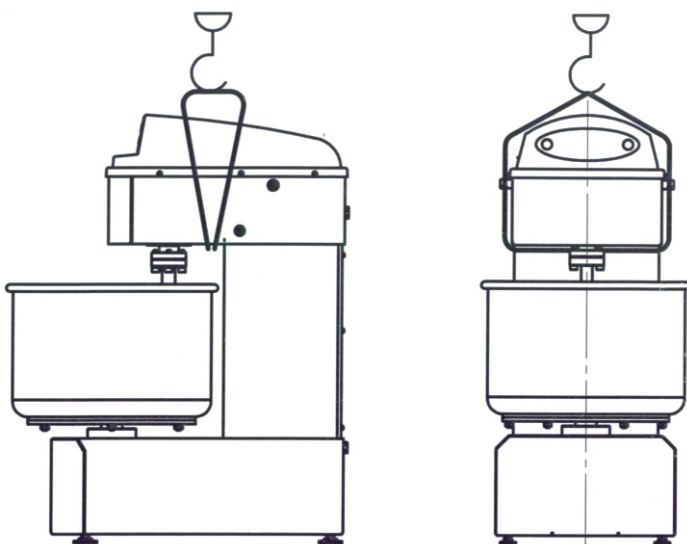

Рисунок 2 - Схема строповки тестомесильной машины TMM-40 без упаковки
5.1.6 Строповка тестомесильной машины без упаковки осуществляется в соответствии с рис. 2, в упаковке с рисунком 3.